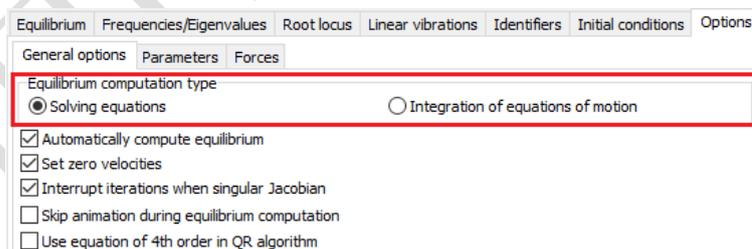

图 3.8 选择计算平衡未知的方法
2. 点击 **Options | General option**，在 **Equilibrium computation type** 框设置 **Solving equations**，如图 3.8 所示。
2. 点击 **Options | General options**，在 **Equilibrium computation type** 框设置 **Integration of equation of motion**，如图 3.8 所示。